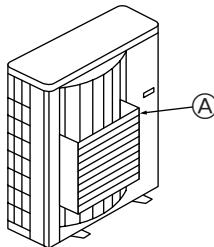

Fig. 2-4
- ② Installieren Sie eine als Sonderzubehör erhältliche Luftaußausführung, wenn die Anlage an einem Aufstellungsort installiert ist, an dem die Gefahr besteht, daß starker Wind direkt in die Luftaustrittsöffnung bläst. (Fig. 2-4)